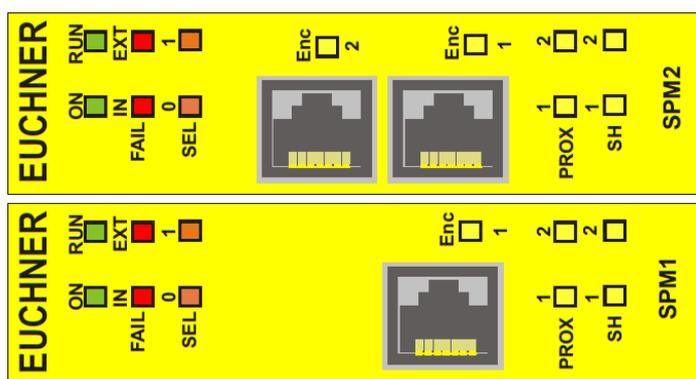

Fig. 43: SPM1, SPM2
8.4.13. Módulos SPM0/SPM1/SPM2 (Fig. 43)